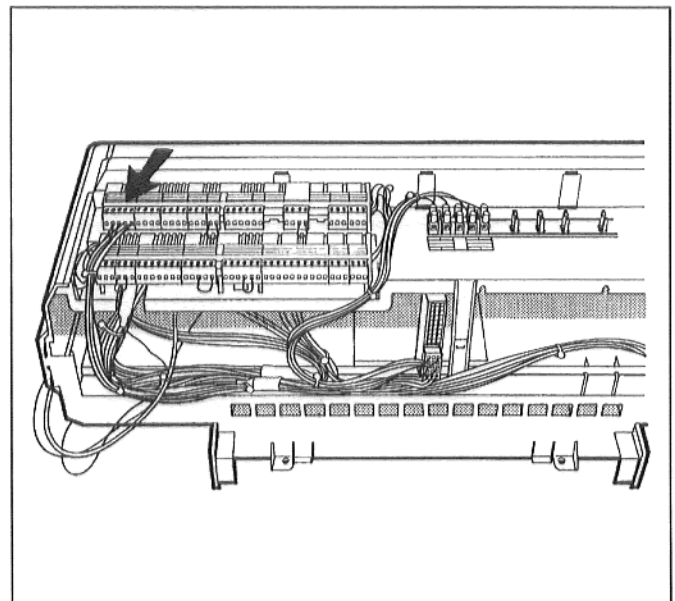

Fig. 6: Sett inn pluggen.
- Blindpluggen med broen vippes av med en skrutrekker og farvet plugg til modul 065 settes inn (fig. 6). Se koplingskjema!